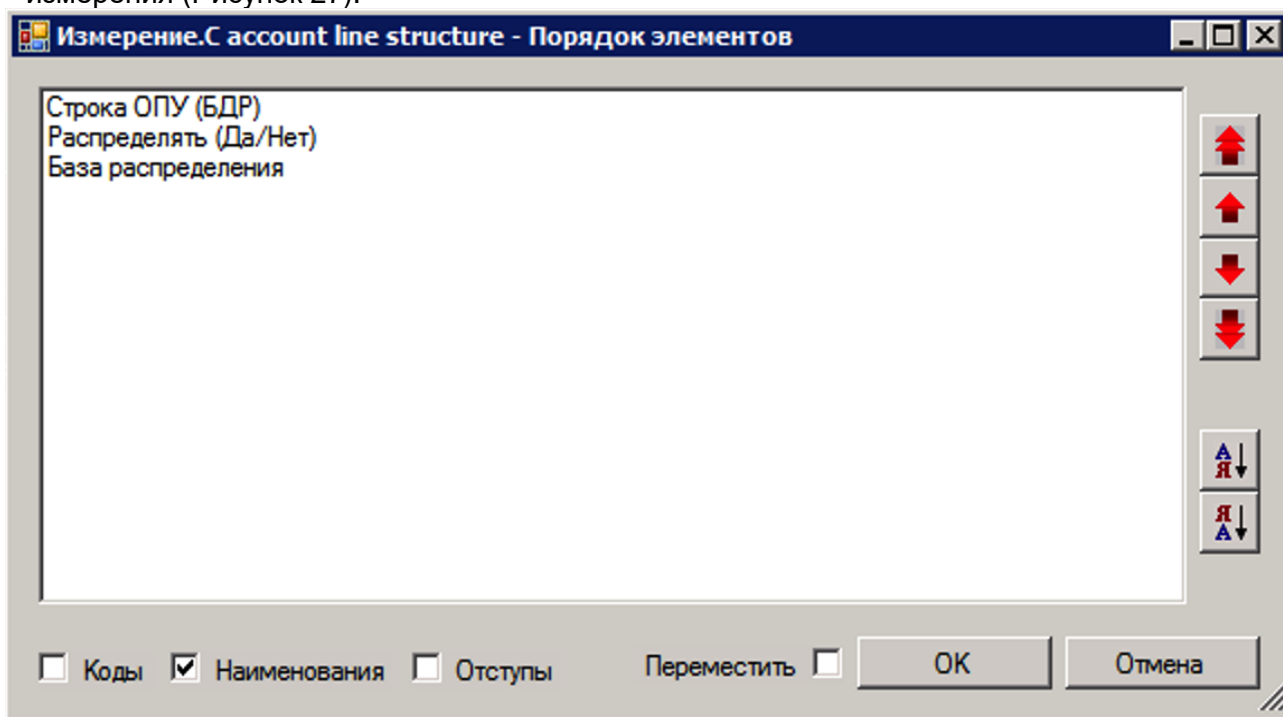

Рисунок 27. Изменение порядка элементов.
- Порядок элементов – открывает диалоговое окно для упорядочения элементов измерения (Рисунок 27).